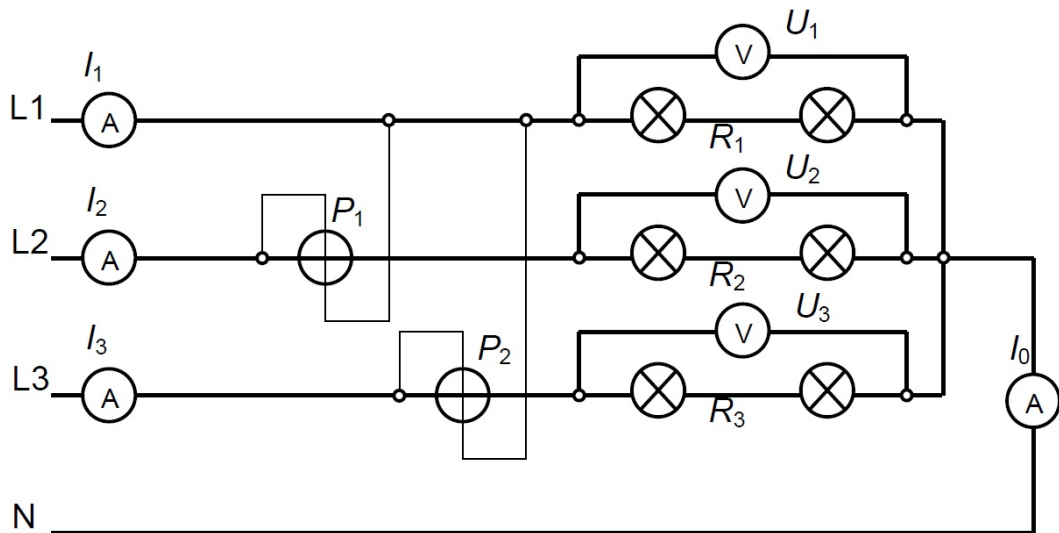

Abbildung 2: Messung der Wirkleistung mittels Aronschaltung an einem symmetrischen Verbraucher in Sternschaltung.
- Bauen Sie weiterhin unter symmetrischer Last eine Sternschaltung nach Abb. 2 auf und messen abermals die Verbraucherleistungen.